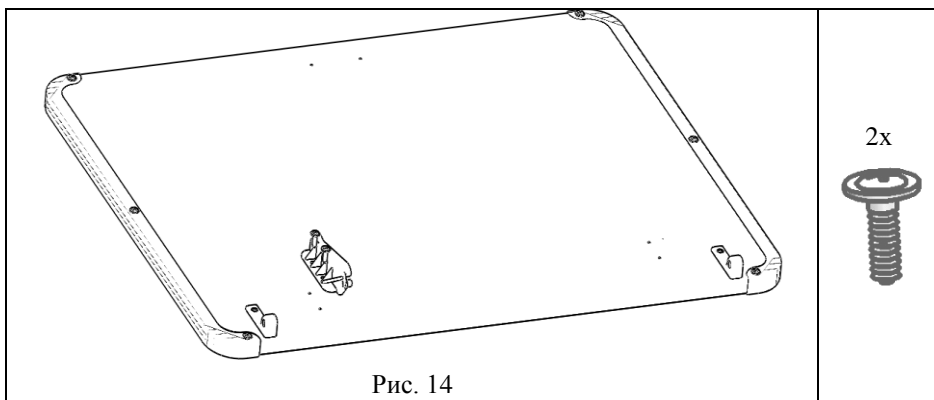

Рис. 14
5.5.2. На сборку по п. 5.5.1 установить ОКП.05.002. Направляющую лотка левую (поз.1, пакет № 146) и закрепить саморезами с прессшайбой (поз. 3, пакет № 146), см. рис. 14. К направляющей лотка левой предварительно установить ОКП.05.001 Лоток (поз.1, пакет № 147), см. рис.14а.
Рис. 14а